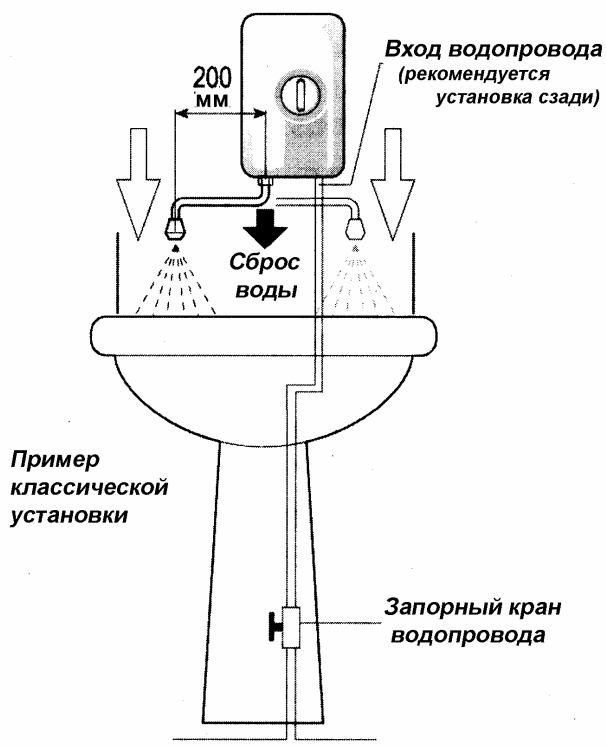

Рис. 4 Расположение водонагревателя над раковиной
5.6 Установите водонагреватель над раковиной так, чтобы зона попадания струи находилась в пределах раковины. Трубка выхода горячей воды должна находиться на удобной высоте для мытья рук (см рис.4).
6.11 В соответствии с действующими нормативами **НЕОБХОДИМО** предусмотреть установку запорного крана на трубе подачи воды в водонагреватель (см рис.4). Данный кран позволит значительно облегчить обслуживание водонагревателя (без отключения водоснабжения на другие устройства).